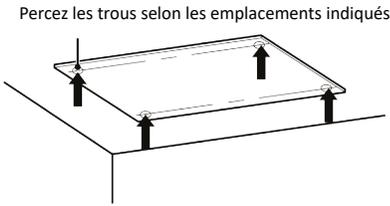
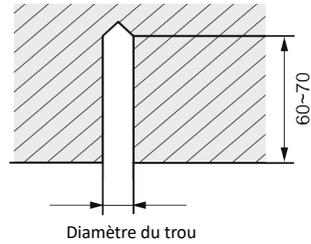

Fig.2
Fig.3
- (1) Collez le carton de référence sur la position d'installation ; percez 4 trous selon l'emplacement du trou sur le carton comme indiqué sur la Fig.2 ; le diamètre du trou dépend du diamètre du boulon d'expansion et la profondeur est de 60 à 70 mm, comme indiqué sur la Fig.3.